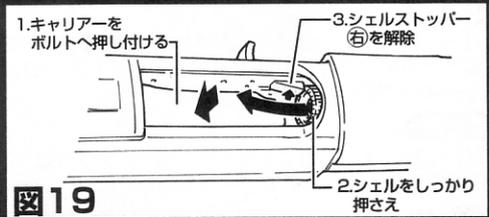

図19
ボルトハンドルを引ききりしっかり固定したまま、ポートからドライバー等を差し込み、逆シェルをチューブ内に押し戻し、シェルストッパー⑤にかけてください。逆シェルがシェルストッパーにかかると同時にボルトには抵抗がなくなりますので、ゆっくり戻してください。続いて 図19 を参考にキャリアーをボルトに押し付け、シェルの頭を押さえながら、指でストッパー⑤を解除してください。解除と同時にシェルは飛び出しますので注意。逆シェルのみを取り出してください。次シェルも少し飛び出しますので、ストッパーにかかるとまで戻してください。